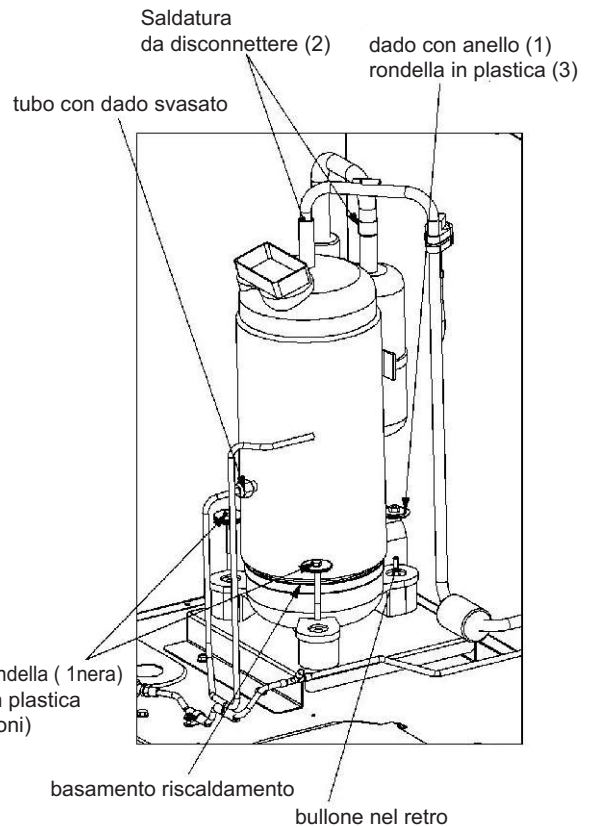

Fig. 32
- (6) Togliere il tappo dalla piastra terminale del compressore e disconnettere il terminale di corrente ed il terminale interno.
- (7) Togliere il basamento del riscaldamento..
- Togliere i bulloni, le rondelle (nere) e le 2 rondelle in plastica mostrate in Fig. 32. Togliere anche la rondella con anello e la rondella di plastica dal retro del compressore.
- (8) Predisporre la disconnessione delle 2 ubicazioni saldate mostrate in Fig. 32.